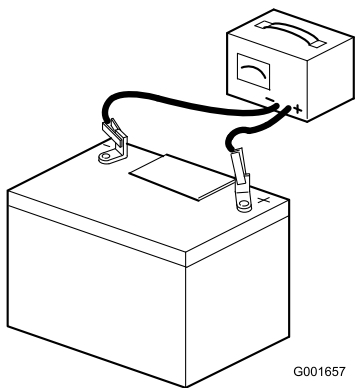

Bild 41
2. Wenn die Batterie voll geladen ist, ziehen Sie den Stecker des Ladegeräts aus der Steckdose. Klemmen Sie dann die Klemmen des Ladegeräts von den Batteriepolen ab (Bild 41).